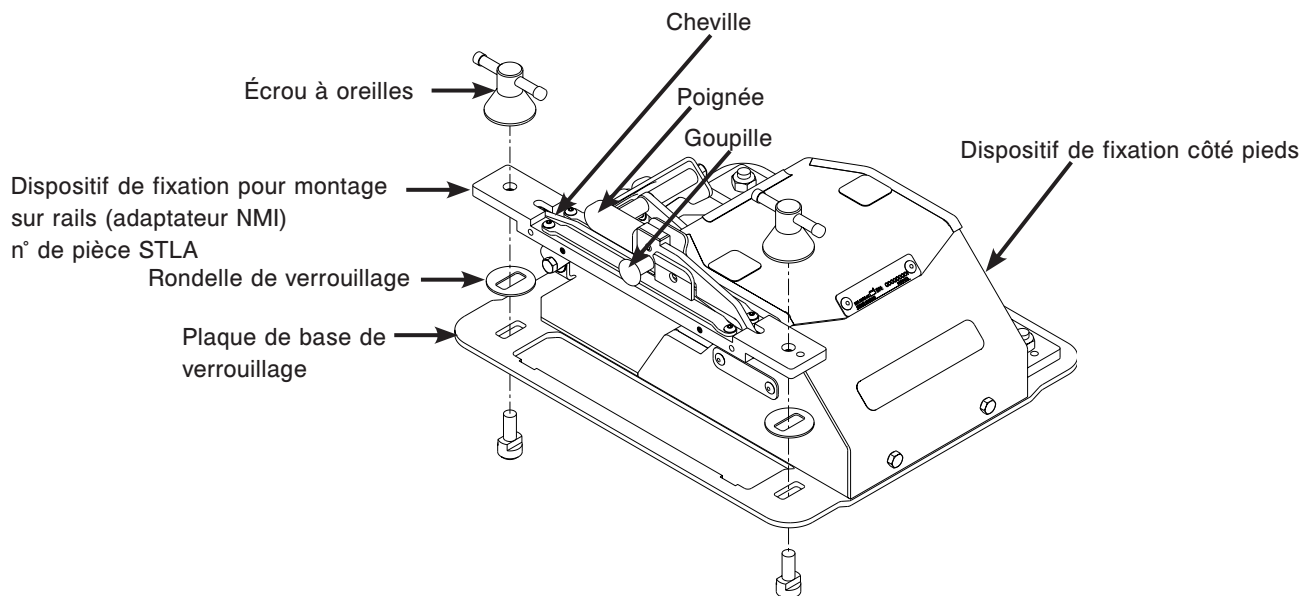

Figure 9 – Monter le dispositif de fixation côté pieds
1. Mettre en place les quatre rondelles de verrouillage fournies (n° de pièce 6388-001-080) entre le dispositif de fixation pour montage sur rails (adaptateur NMI) et la plaque de base de verrouillage du dispositif de fixation côté pieds, comme le montre la Figure 9.
2. Serrer lâchement les écrous à oreilles pour fixer le dispositif de fixation pour montage sur rails (adaptateur NMI) sur la plaque de base de verrouillage du dispositif de fixation côté pieds, comme le montre la Figure 9.